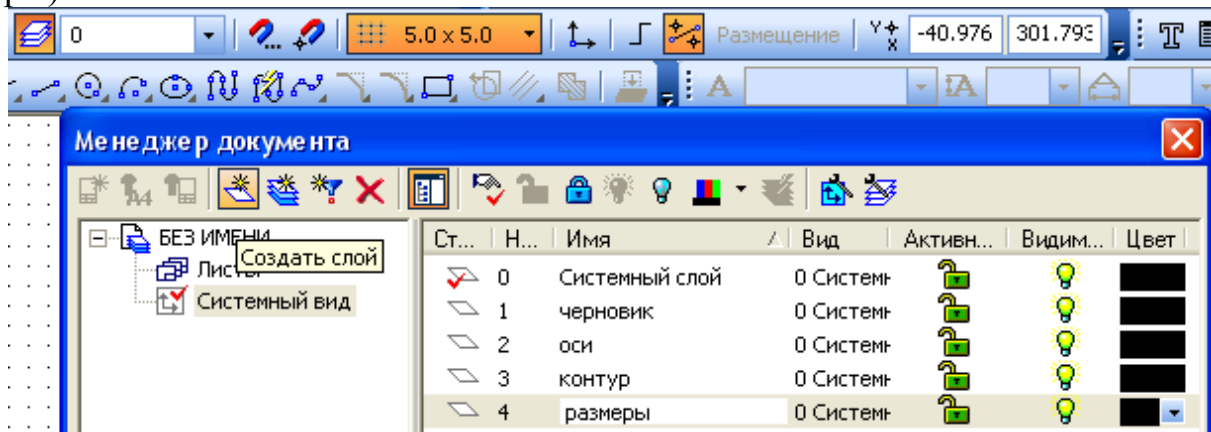

Рисунок 4.5 – Создание и настройка слоев
6. Выполните настройку слоев (рисунок 4.5), обратившись к пиктограмме *Состояние слоев*. В открывшемся окне *Менеджер документа* нажатием на кнопке *Создать слой* сформируйте слои чертежа (черновик, оси, контур, размеры).